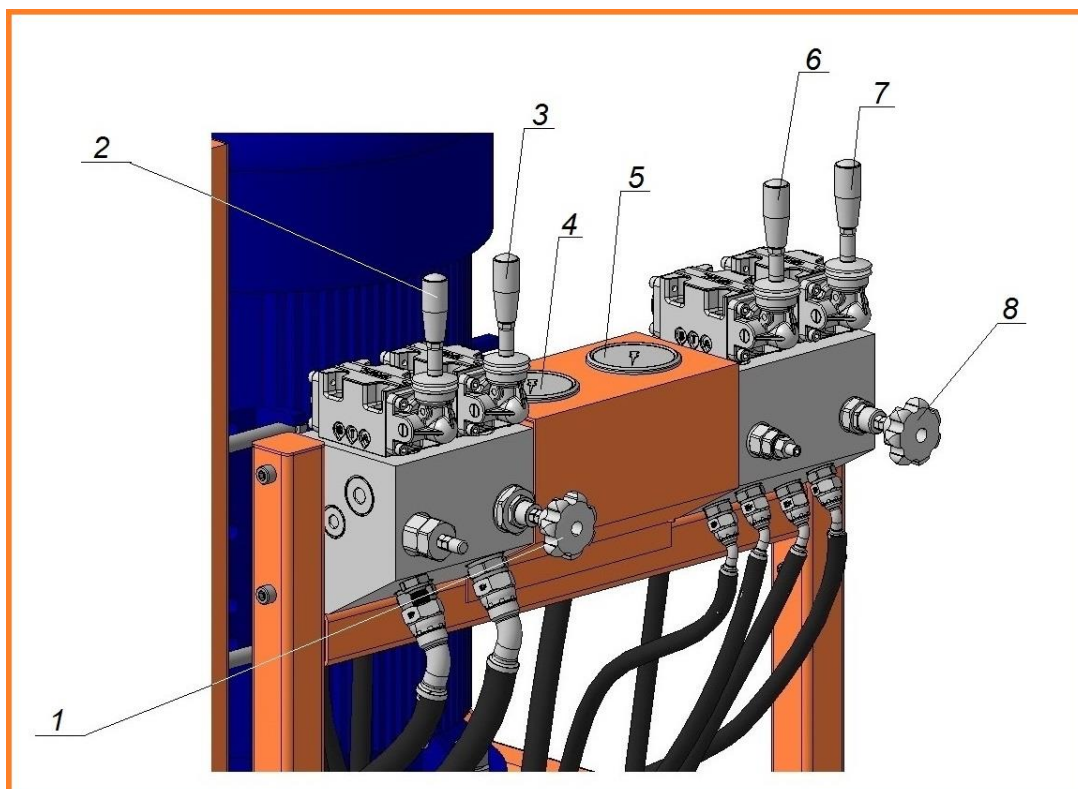

Рис. 4. Панель управления маслостанции PP 45-18
Регулятор потока (дроссель) главного контура (рис.4, п.1 / п.2) предназначен для регулировки потока гидравлического масла в главном контуре (изменение скорости вращения приводного колеса на канатной машине или алмазного диска – на стенорезной машине) при подключении насоса 30 л/мин или при подключении насоса 14 л/мин, или при совместной работе двух насосов – 44 л/мин.
Распределитель 1 главного контура (рис. 4, п.2) – предназначен для подключения к гидравлическим магистралям насоса 30 л/мин – положение (1) и отключения его от гидравлических магистралей – положение (0).
Распределитель 2 главного контура (рис.4, п.3) – предназначен для подключения к гидравлическим магистралям насоса 14 л/мин – положение (1) и отключения его от гидравлических магистралей – положение (0).
Регулятор потока (дроссель) контура управления (рис.4, п.8) предназначен для управления скоростью перемещения исполнительных механизмов подключенного оборудования.